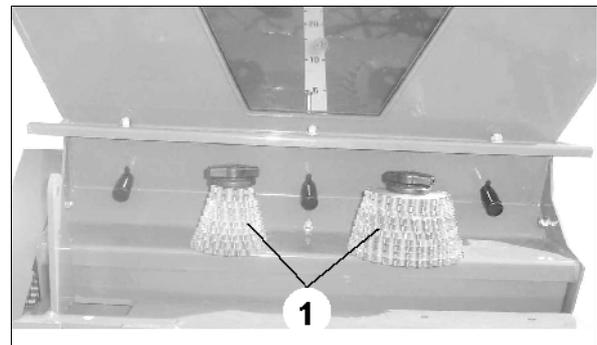

Fig. 30
5. Retirer les pignons requis, pour cet exemple, pignons avec 14 et 26 dents, au niveau du jeu de pignons (Fig. 30/1).